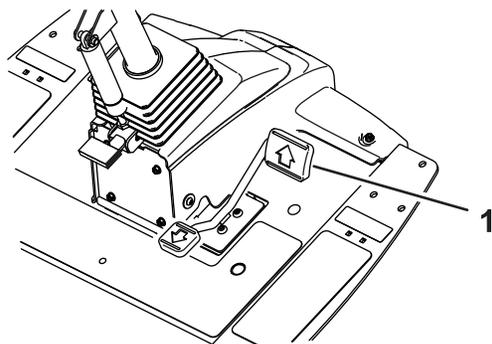
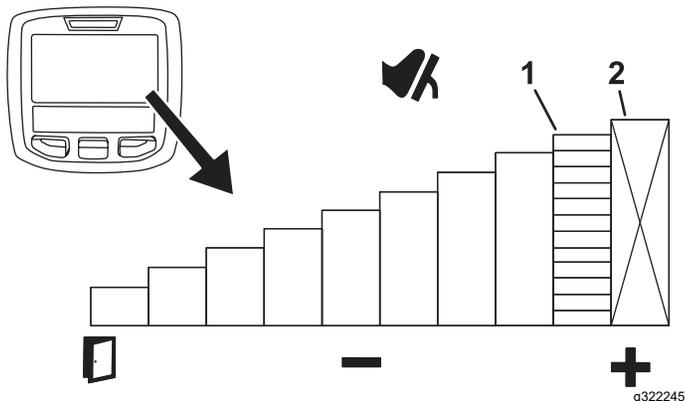

Figura 49
Figura 50
Para establecer temporalmente la velocidad máxima de la máquina, pise el pedal de tracción a fondo hacia adelante (Figura 49). Puede establecer una velocidad independiente para los intervalos de siega y transporte (Figura 50).
- Para acceder a esta función, seleccione el botón central del InfoCenter en la pantalla principal (Figura 50).